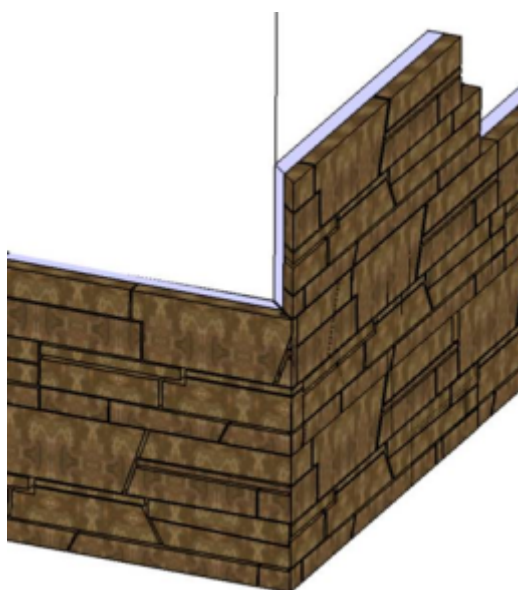

Figure 8c – Angles avec continuité de STONEPANEL / STONEPANEL SKY – Sciage d'un élément STONEPANEL / STONEPANEL SKY
- soit en réalisant par sciage un angle sur l'élément STONEPANEL / STONEPANEL SKY (figure 8c).